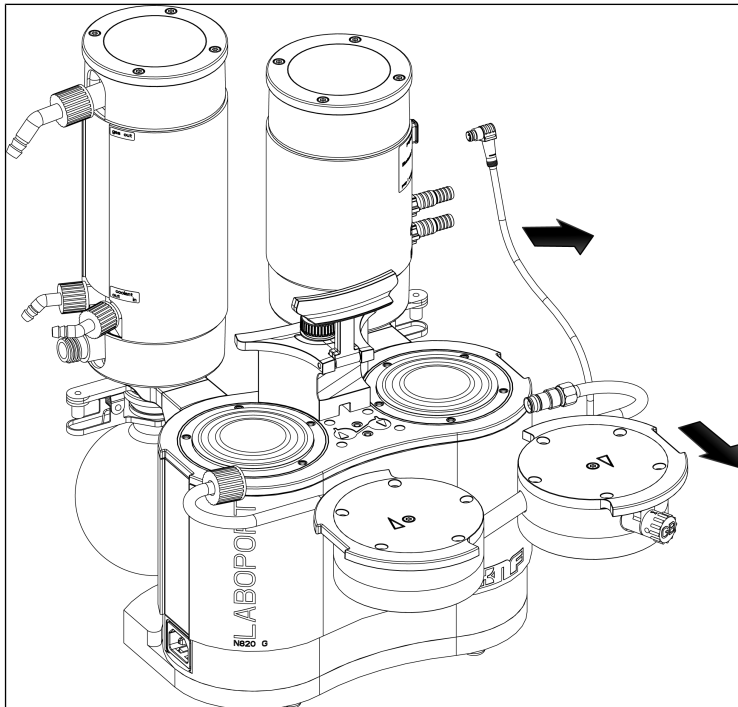

Fig.27: Démontage des têtes de pompe
3. Enlevez prudemment les têtes de pompe par le côté (voir Fig. 27).